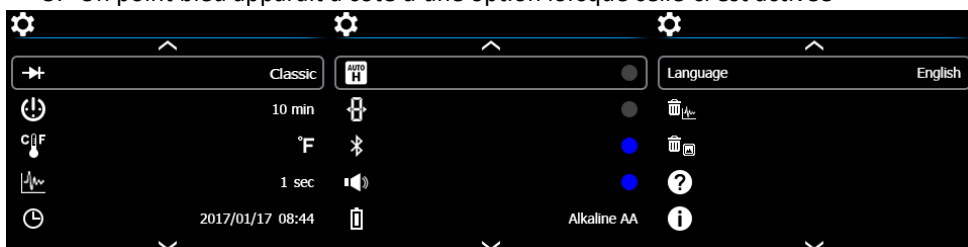

Fig. 7-1 Menu des Paramètres généraux
2. Faites défiler jusqu'à l'icône Paramètres,  puis appuyez sur **OK** pour ouvrir le menu Paramètres (voir Fig. 7-1)